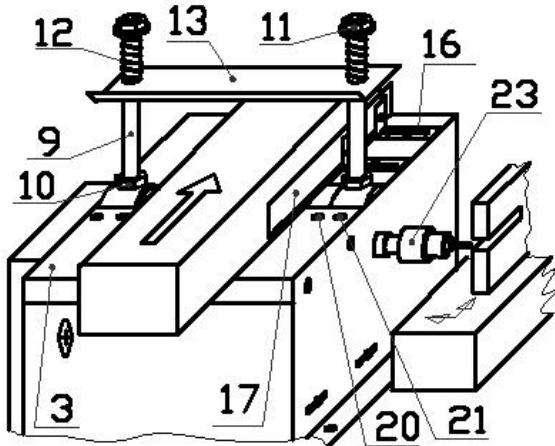

Рис. 5
- Поднять передний стол на 3 мм выше заднего стола винтами (п.20, 21 на Рис. 5, 6);
- Отрегулировать величину срезаемого слоя, для чего: отвернуть наружные винты (21) по краям переднего стола, ввернуть вниз или вывернуть вверх внутренние винты (20), после чего закрепить стол, снова зажав винты (21); **Не перетягивайте винты, чтобы не сорвать резьбу и не изогнуть стол.**
- Установить на задний стол (Рис.5, 6) регулировочные уголки (16) и направляющую линейку (17) (при строгании под углом – дополнительно установить угловую линейку (34));